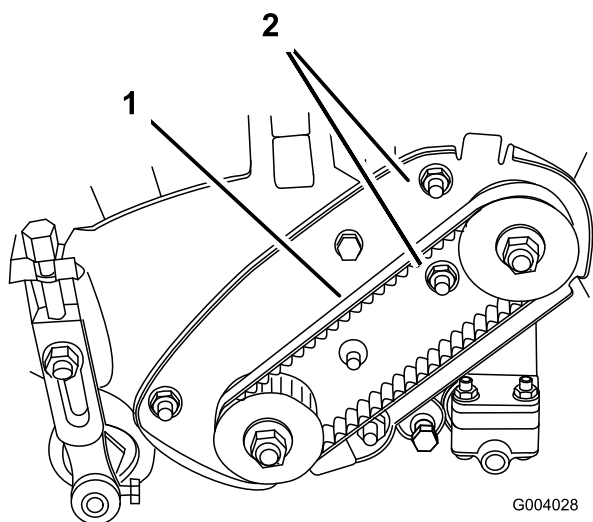

図 32
- A. ベアリング・ハウジング取り付けナットをゆるめる（図 32）。
C. ベアリング・ハウジング取り付けナットを締め付ける (図 32)。ベルトを締め付けすぎないように注意する。